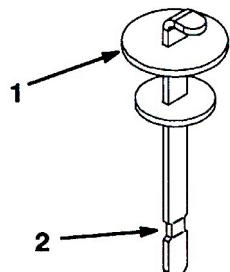

図 15
4. 補給口の首からディップスティックを抜き、きれいなウェスでていねいに拭う。もう一度首に差し込んで引き抜き、オイルの量を点検する。FULL 位置(図15)まであればよい。